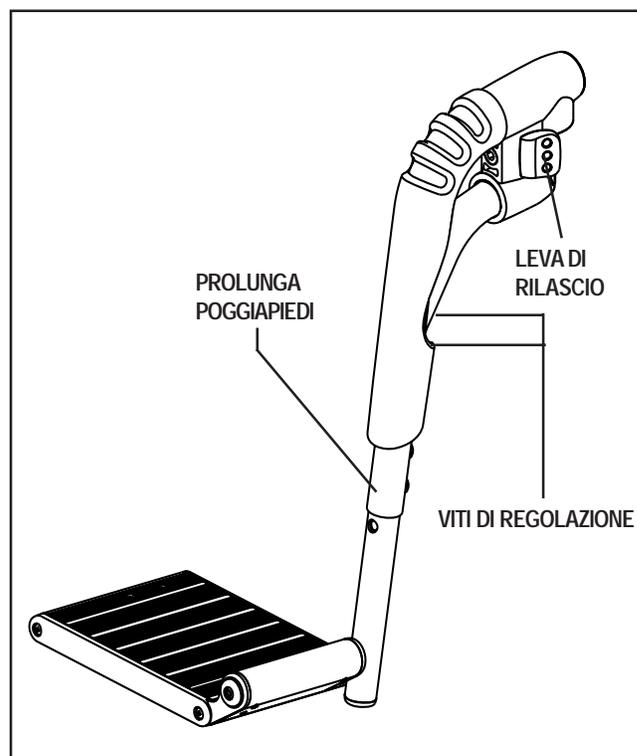

Figura 22. Poggiapiedi ruotabili
1. Spingere la leva di rilascio verso l'interno. Vedere figura 22.
1. Estrarre le due viti dal lato della prolunga del poggiapiedi. Vedere figura 22.